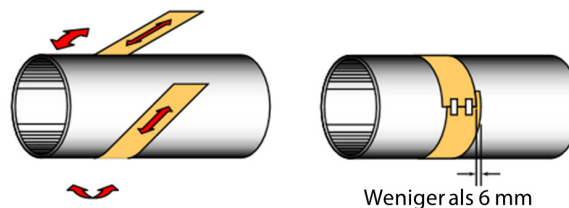

Abbildung 15: Ausrichten der Papierschablone
1. Wickeln Sie das Papier wie in Abbildung 15 dargestellt, um das Rohr. Richten Sie die Papierenden bis auf 0,20 in. (6 mm) genau aus.